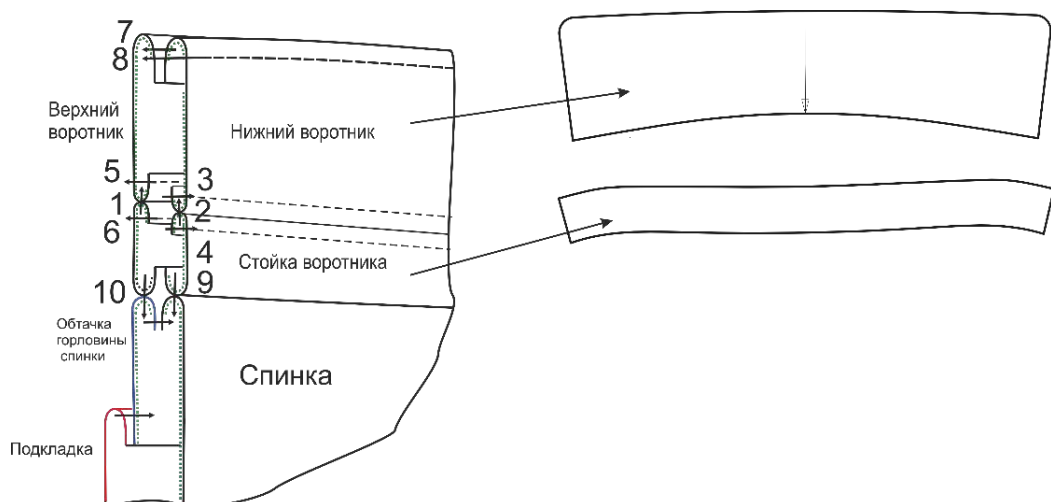

Рис. 2
3. Обработайте карман по предложенной схеме (рис.2).
12. Обтачайте концы воротника. Припуски шва разутюжьте, а потом заутюжьте на нижний воротник. Приутюжьте воротник в готовом виде. (Такая последовательность обработки оптимальна с позиции обеспечения симметрии концов воротника) (Рис. 2). Настрочите отделочную строчку по краю воротника. Если Вы хотите получить более жёсткую форму по краю воротника вставьте между слоями по шву обтачивания отлёта клеевую паутинку.